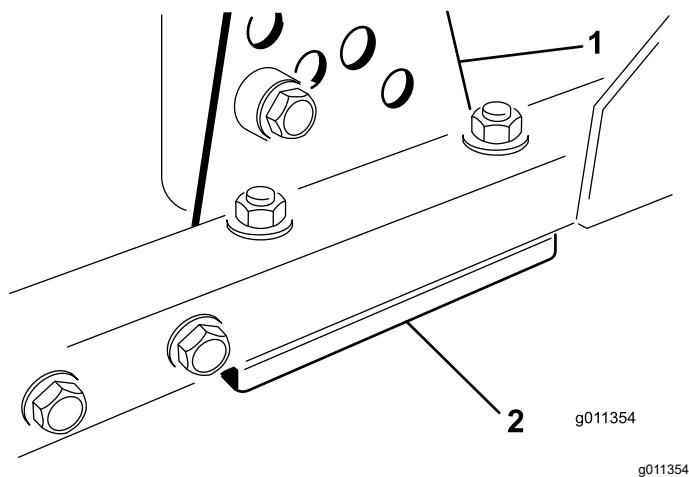

Figure 89
1. Retirez le support de hauteur de coupe (avant, gauche ou droit) du cadre de l'unité de coupe (Figure 89).
2. Insérez des cales de 1,5 mm et/ou des cales de 0,7 mm entre le cadre et le support de l'unité pour obtenir la hauteur de coupe voulue (Figure 89).